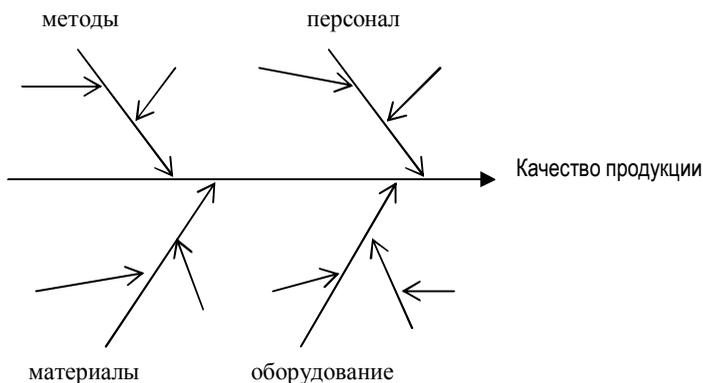

Рис. 1. Схема причинно-следственных связей
**Рекомендации.** Задание выполняется в составе экспертной группы. Общий вид схемы причинно-следственных связей, впервые предложенный японским специалистом К. Исикава, приводится на рис.1, где показаны основные 4 фактора влияющие на качество (методы, персонал, материалы, оборудование). От этих первичных факторов опускаются стрелки к горизонтальной осевой линии, к которым примыкают стрелки от вторичных факторов, а к ним стрелки третичных факторов [6, 9].